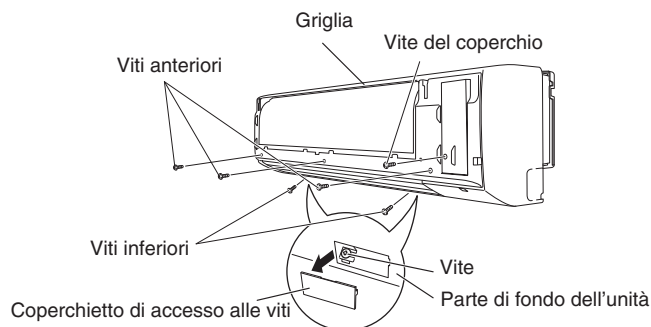

Fig. 3-13
- (3) Rimuovere le 3 viti dal lato anteriore e i coperchi coprivite ubicati sul fondo. Rimuovere quindi le 2 viti. (Fig. 3-13)
- (4) Rimuovere la vite dalla piastra di copertura destra e quindi il coperchio. (Fig. 3-13)